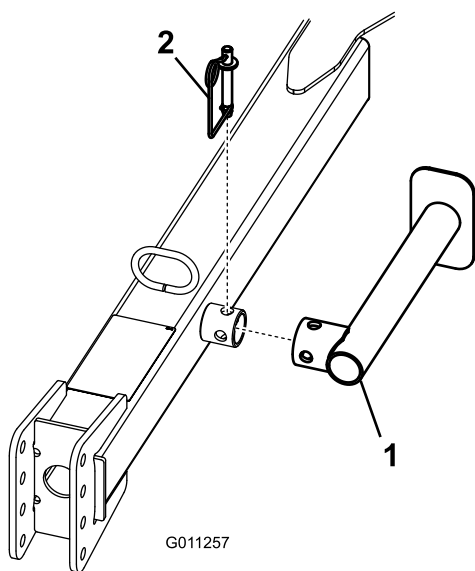

Figure 9
3. Retirez la goupille élastique, faites pivoter le cric vers le bas et remettez la goupille élastique en place (Figure 9).